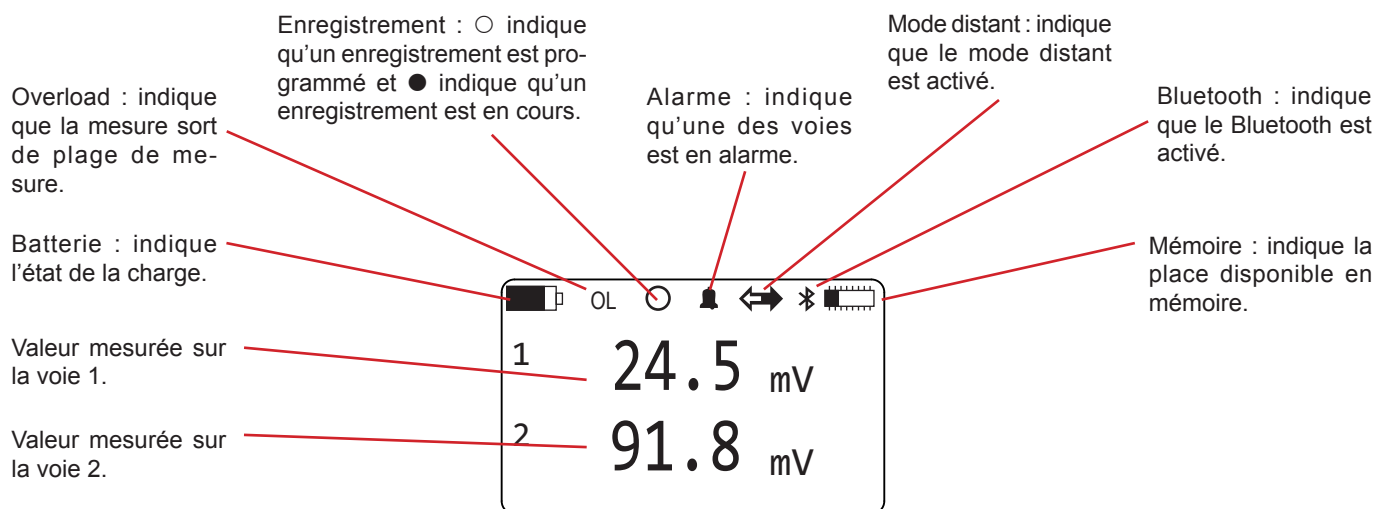

Figure 7
- Allumez l'appareil en appuyant sur la touche marche/arrêt ① et en la maintenant appuyée jusqu'à ce l'afficheur indique **Marche**. L'écran **Données de mesures** (voir Figure 7) s'affiche.
A partir de l'écran **Données de mesures** (voir Figure 7), appuyez 2 fois sur  $\blacktriangleright$ .